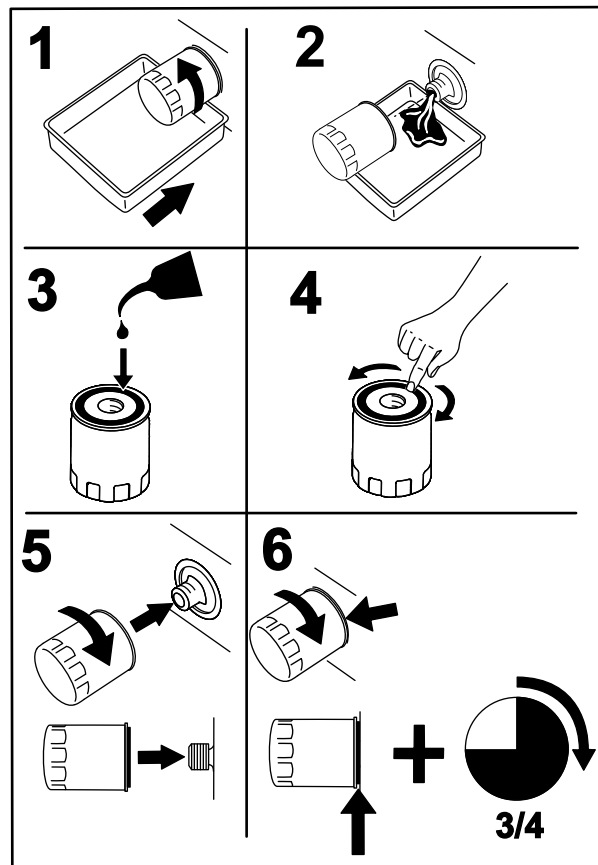

Figura 47
2. Substitua o filtro de óleo do motor (Figura 47).